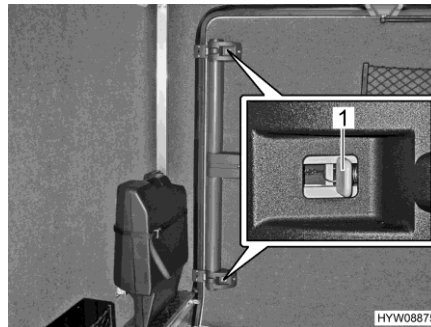

Bild 56 Garagentür (Notentriegelung von innen)
- Am oberen und am unteren Schloss den grauen Schieber (Bild 56,1) in Richtung Türmitte drücken.